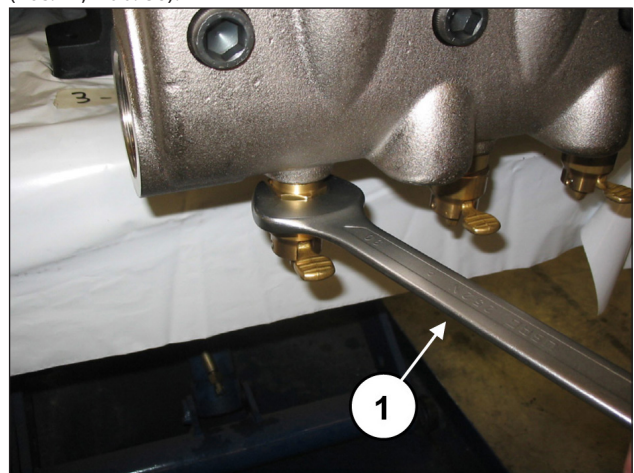

Abb. 86
Drehen Sie den Ventilöffner mit einem 30 mm Schlüssel ab (Pos. ①, Abb. 86).